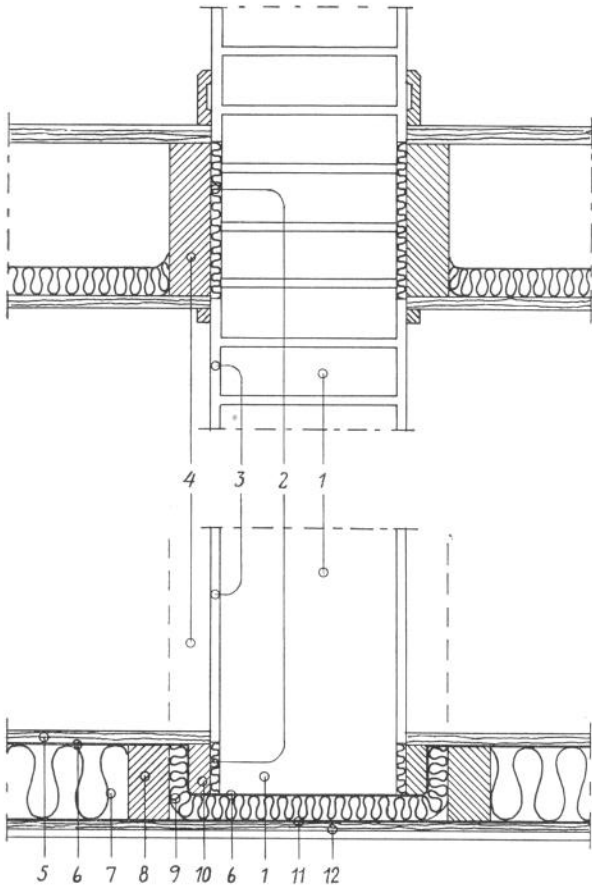

Fig 2. Skillevegg av 1-stens mur. Øverst vertikalsnitt gjennom bjelkelag. Nederst horisontalsnitt gjennom yttervegg.
Ved gjennomgang i trebjelkelag (fig. 2 øverst), bør fugen mellom vegg og gulvbjelkene tettes ved filt eller dytt.
Et viktig punkt er tilstøtningen mot yttervegg. I fig. 2 nederst er vist den beste utførelse ved teglsteinsvegg. Ytterkledningen (12) er ført ubrutt forbi skilleveggen og binder de to deler av huset sammen.